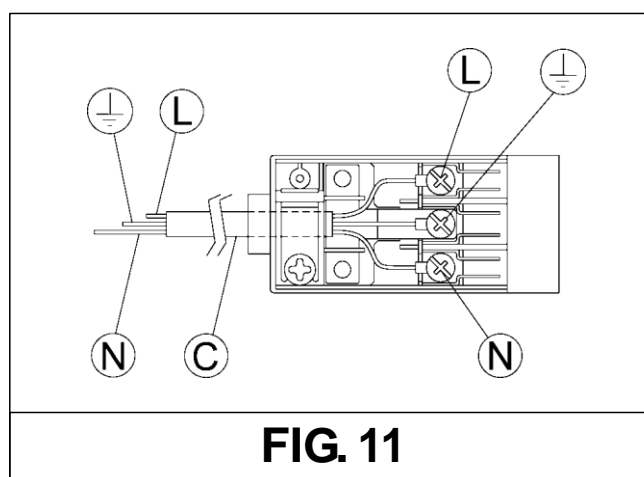

FIG. 11
- Dotar en el cable de alimentación "C", en el caso de que no lo disponga (véase fig. 11), una clavija normalizada para la carga indicada en la etiqueta indicativa. Conectar los cables como muestra el esquema de la fig. 11, respetando las siguientes correspondencias: